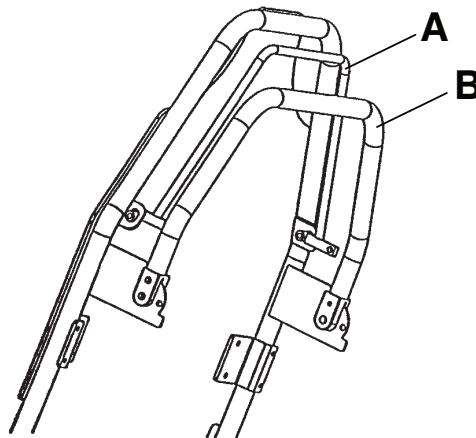

Abbildung 4 – Rückenlehne (Fowler)
Zum Anheben oder Absenken der Rückenlehne (Fowler) den roten Griff (A) in Richtung des Rahmens der Rückenlehne (Fowler) drücken, nicht in Richtung der Schiebestange (B). Die Rückenlehne (Fowler) anheben oder nach unten drücken, um sie in die gewünschte Position zu bringen (zwischen 0 und 90 Grad) (Abbildung 4).